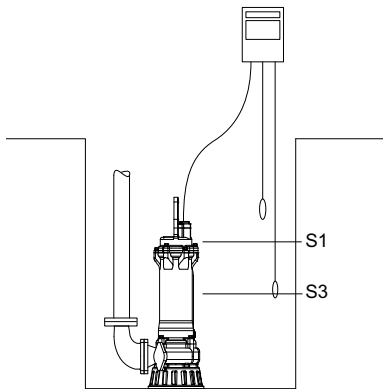

Fig. 1 Nivel de lichid
- funcționare intermitentă, S3, cu pompa submersată parțial. Vezi fig. 1.